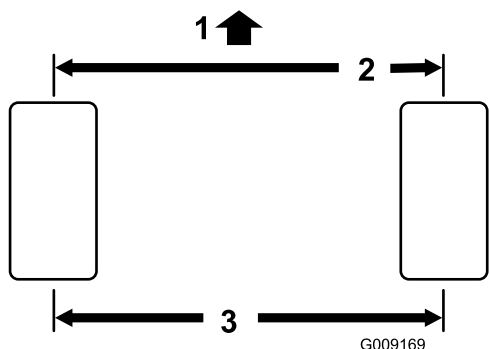

Figura 43
1. Meça a distância de centro a centro (à altura do eixo) na zona dianteira e traseira dos pneus da direção. A medição dianteira deve ser 3 mm inferior à medição traseira (Figura 43).